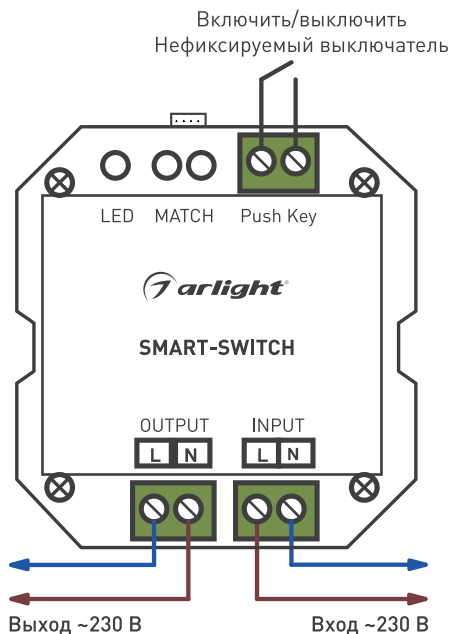

Рисунок 1. Схема подключения выключателя
- 3.2. Подключите нагрузку к выходу OUTPUT выключателя, соблюдая порядок подключения проводов (см. рис. 1).
3.3. Подключите обесточенные провода электрической сети к входу INPUT выключателя, соблюдая порядок подключения проводов (см. рис. 1).